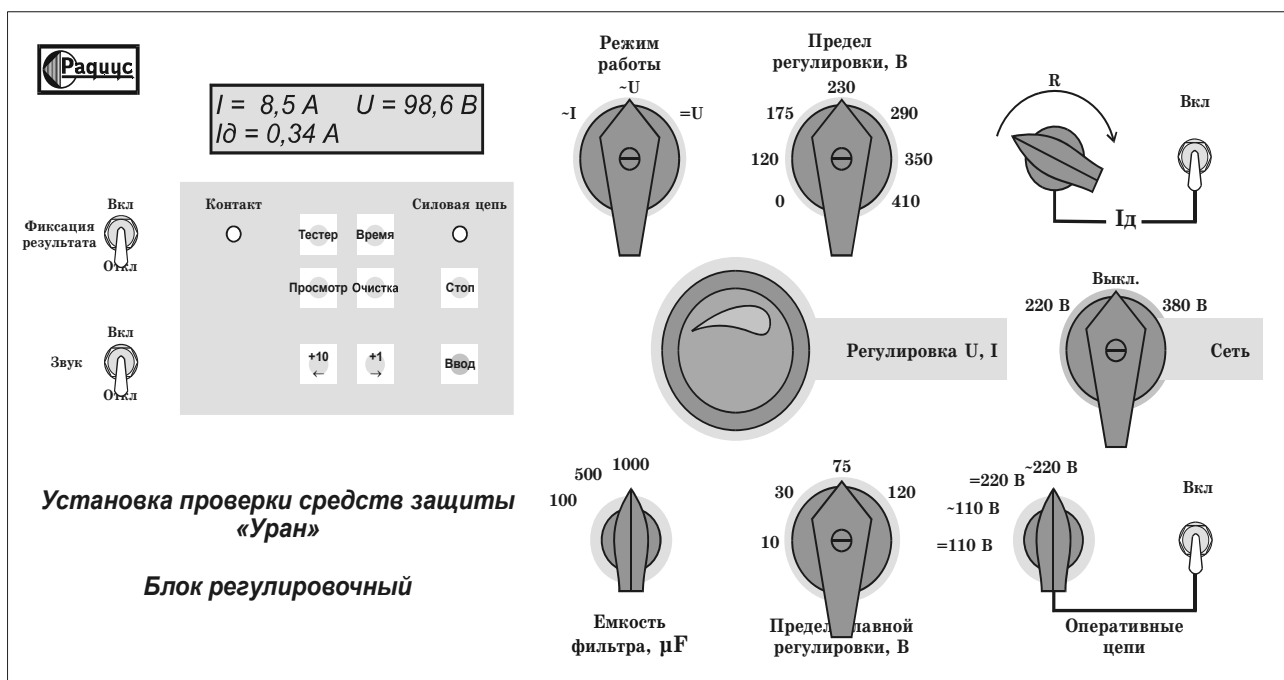

Рисунок 1 – Передняя панель блока регулировочного
6.2.1 К органам управления блока регулировочного относится набор переключателей и клавиатура (рис. 1).